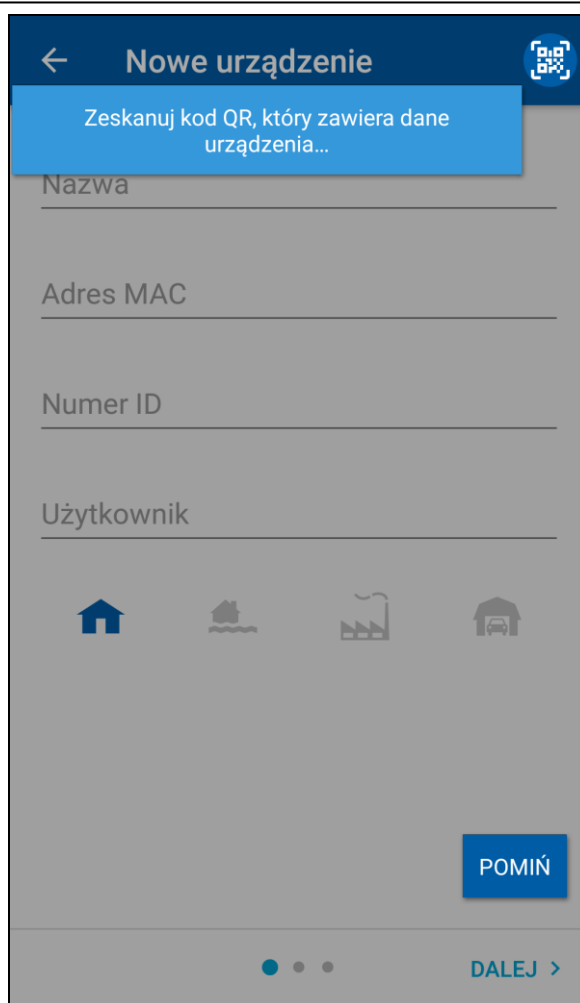

Fig. 6. Aplicación VERSA CONTROL (Android): tutorial
2. Aparecerá un tutorial (fig. 6). Si deseas saltarlo, presiona «Saltar».